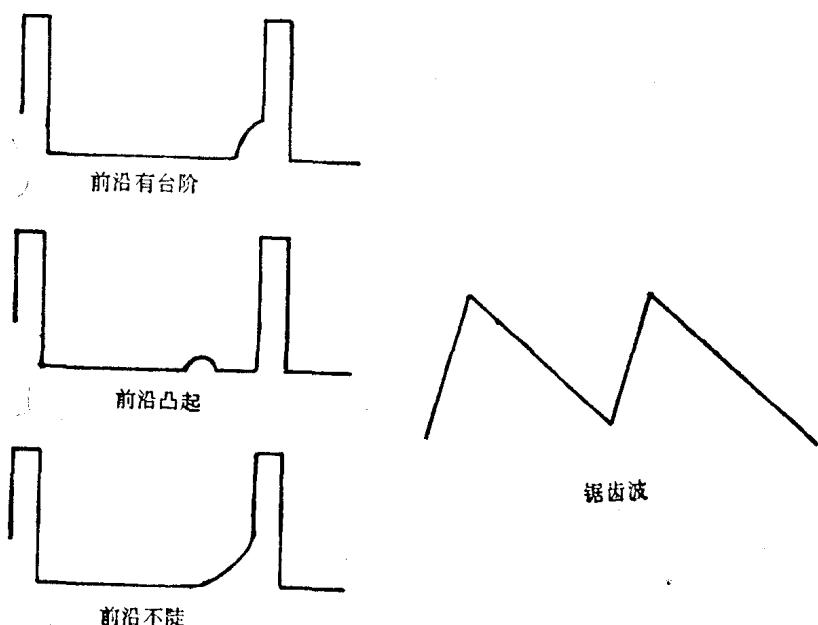

图 1
实测各点的波形并不一定和图纸上的参考波形一模一样的，可能有些差异，幅度、宽度等应与参考波型基本近似。怎样才算是异常的畸变呢？如行逆程脉冲波形前沿有台阶凸起或上升陡（如图 1 所示），可能是行激励不足，或行输出管不佳引起的。
⑤ 观察行偏转线圈中的锯齿波电流波形。这从电路上不易直接测量，但可间接测量。如在偏转电路中串一只 0.5Ω 的无感电阻（不宜太大，大了对电路有影响），用示波器测量电阻两端的电压波形（如图 1 所示），测得电压的峰峰值，再用欧姆定律计算出电流的峰峰值。电压的波形即为电流的波形。